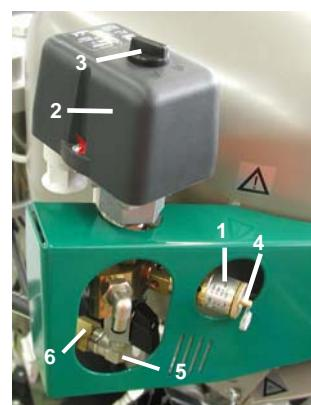

Рис.12
- Компрессор включить на реле давления (2), поворачивая выключатель (3) в положение „I“. (Рис.12).
(Рис.12)
В том случае, если компрессор не будет применяться длительное время, рекомендуется слить конденсат из напорного резервуара и компрессор потом запустить в эксплуатацию примерно на 10 минут с открытым клапаном для слива конденсата (1) (Рис.13). Потом выключить компрессор выключателем (3) на реле давления (2) (Рис.12), закрыть клапан для слива конденсата и отсоединить оборудование от электросети.